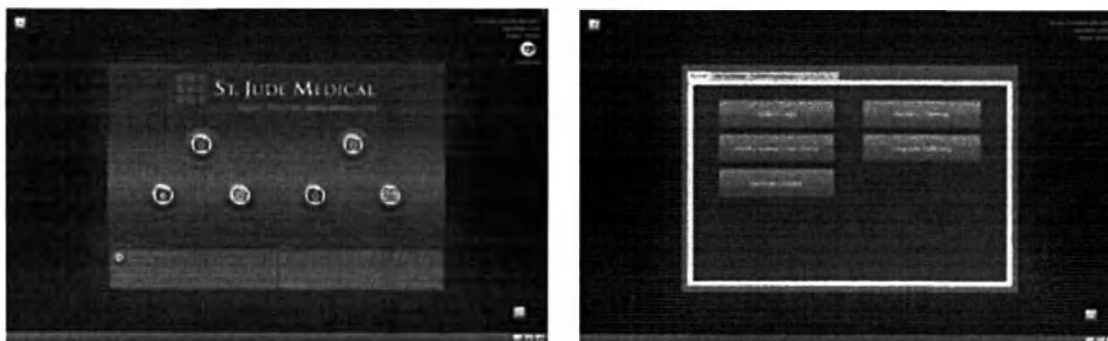

Рисунок 69. Клиническое (слева) и Сервисное (справа) меню
1. Нажмите кнопку **[New Study]** из Клинического меню (Рисунок 69) для отображения экрана Study Setup (Установки исследования).
2. Нажмите на иконку Clinical, чтобы попасть в Клиническое меню (Рисунок. 69).